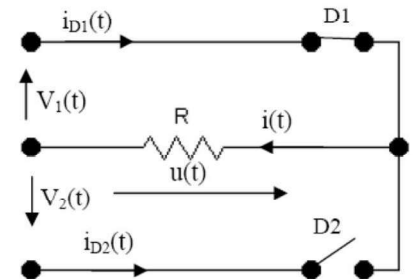

Fig. 08
- pour l'alternance positive de  $e(t)$  (figure 08) :